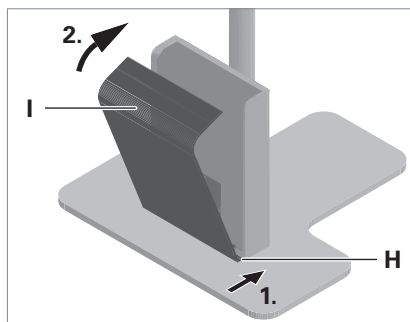

Fig. 5: Montare la copertura.
- Inserire la copertura **I** nelle aperture **H**, vedi Fig. 5.
- Ribaltare la copertura verso l'unità di alimentazione, vedi Fig. 5.